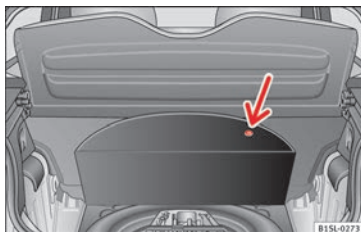

Fig. 77 En el maletero: moqueta levantada.
Las herramientas de a bordo, la rueda de repuesto, la rueda de emergencia o el kit antipinchazos se encuentran en el maletero, debajo de la moqueta del suelo » **fig. 77**.
- Levante la moqueta por la escotadura (flecha) » **fig. 77**.